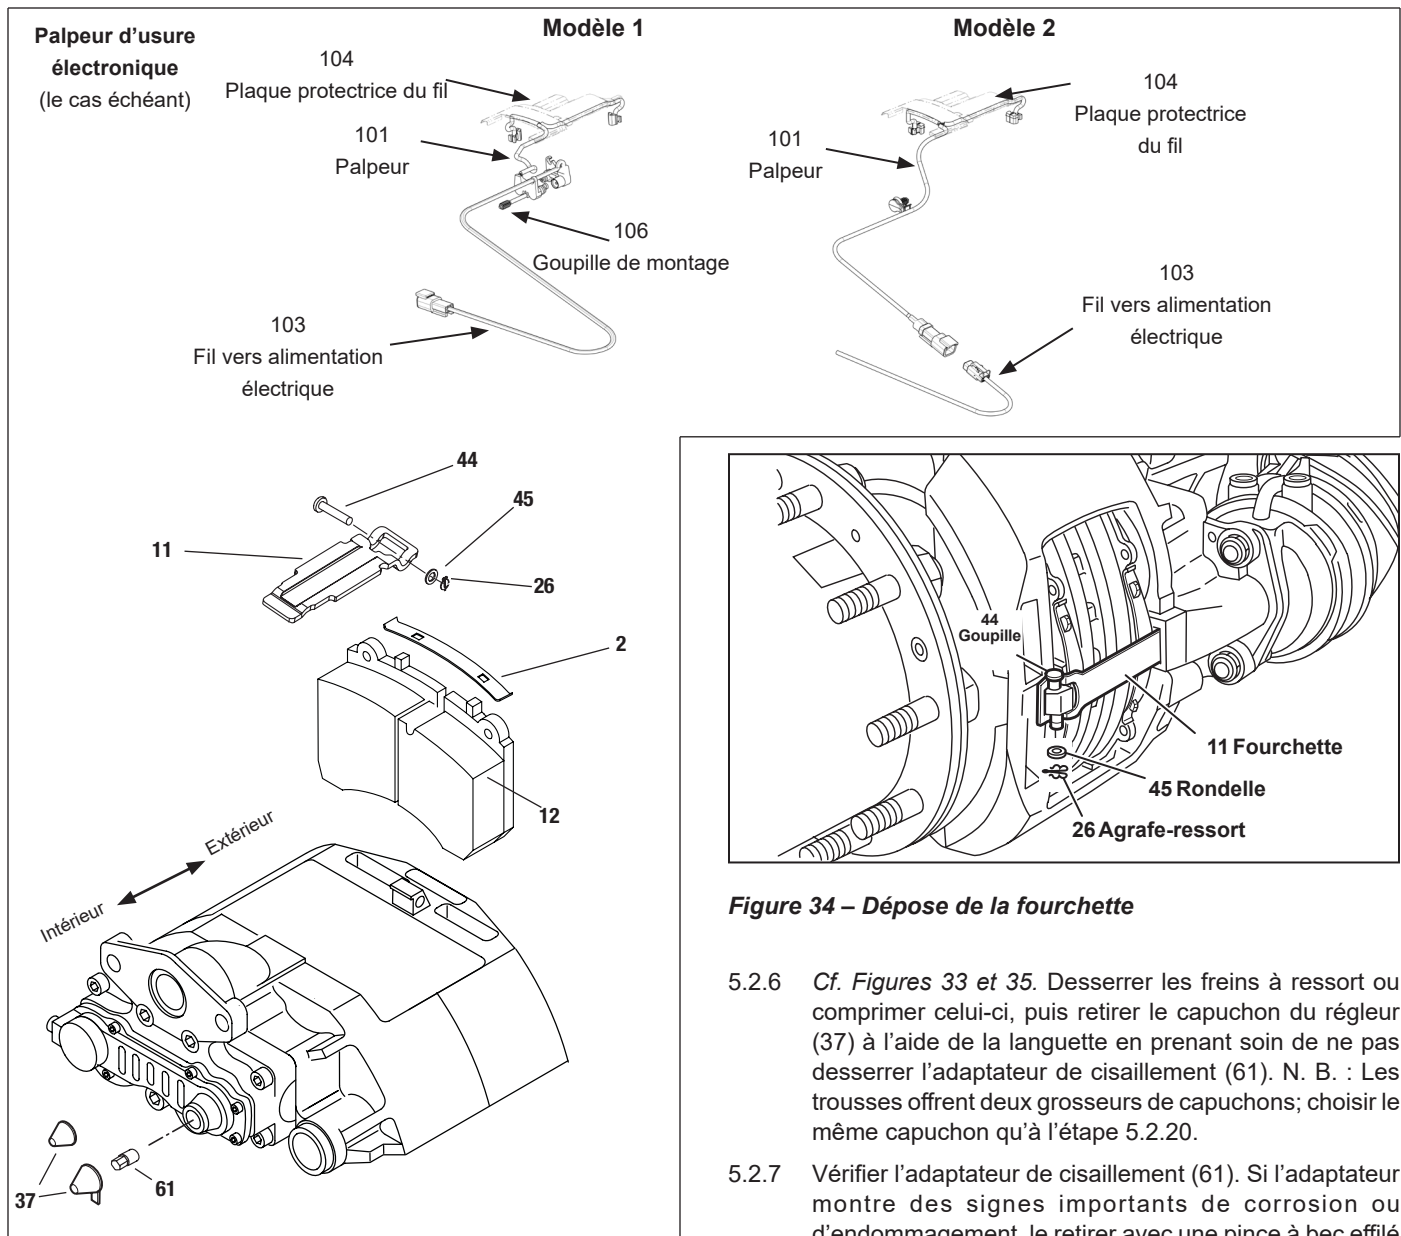

Figure 33 – Remplacement des plaquettes
- 5.2.3 Si le frein à disque pneumatique est doté d'un palpeur d'usure électronique (cf. Figure 33, en haut), noter le positionnement du fil dans la plaque protectrice, puis retirer et jeter cette plaque. Débrancher le faisceau du palpeur (à la connexion du faisceau du cavalier) avant de déposer les plaquettes. Le remplacement des plaquettes entraîne celui du faisceau du palpeur et de la plaque protectrice.
- 5.2.6 Cf. Figures 33 et 35. Desserrer les freins à ressort ou comprimer celui-ci, puis retirer le capuchon du régleur (37) à l'aide de la languette en prenant soin de ne pas desserrer l'adaptateur de cisaillement (61). N. B. : Les trousses offrent deux grosseurs de capuchons; choisir le même capuchon qu'à l'étape 5.2.20.
- 5.2.21 Loger la fourchette neuve (11) dans la fente de l'étrier. Appuyer sur la fourchette et insérer la goupille (44), pointant vers le bas si possible. (Cf. Figure 33.) Poser la rondelle (45), puis l'agrafe-ressort (26) fournies.